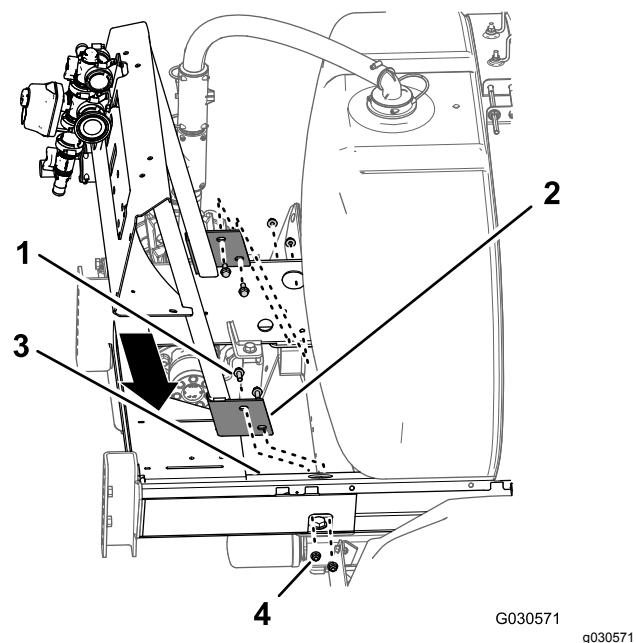

Figura 100
1. Alinee los orificios de la brida del bastidor del distribuidor para el sistema de 10 válvulas con los orificios en el soporte del chasis del fumigador (Figura 100).
2. Monte el bastidor del distribuidor en el chasis del fumigador (Figura 100) con los 4 pernos con arandela prensada (3/8" x 1") y las 4 contratueras con arandela prensada (3/8") que